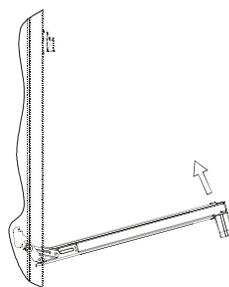

Рис.2
2. Прикрыть дверцу не прикладывая усилия, пока упоры не зафиксируют шарниры (рис. 2, 3);